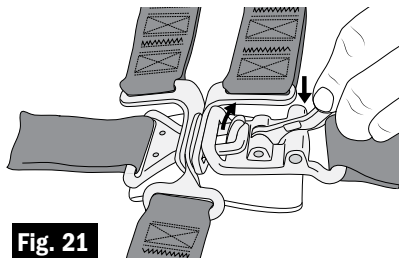

Fig. 21
6. Baisser le levier du loquet jusqu'à l'encliquetage (son « clic ») (fig. 21).